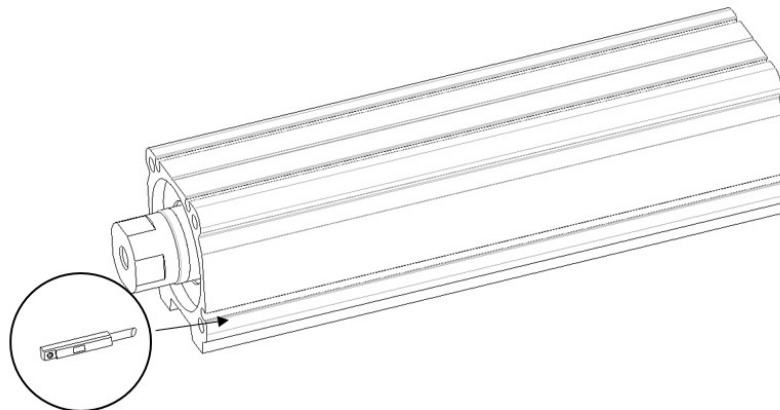

Рисунок 13 – Установка датчика положения
1.4.6 Модуль оснащен пазами в профиле. Установите датчик положения в нужный паз, затянув установочный винт, см. рисунок 13.